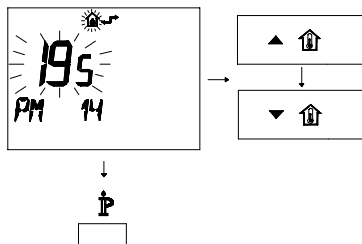

Figura 7.6
- Per modificare il SET programmato agire sui pulsanti \uparrow o \downarrow e aspettare che il numero programmato cominci a lampeggiare (Figura 7.6). Ogni passo incrementato o decrementato corrisponde a 1 secondo.